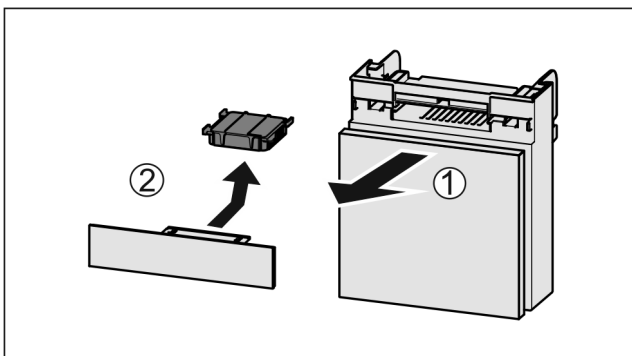

Fig. 80
- ▶ Fach nach vorne herausziehen Fig. 80 (1).
- ▶ Aktivkohlefilter entnehmen Fig. 80 (2).